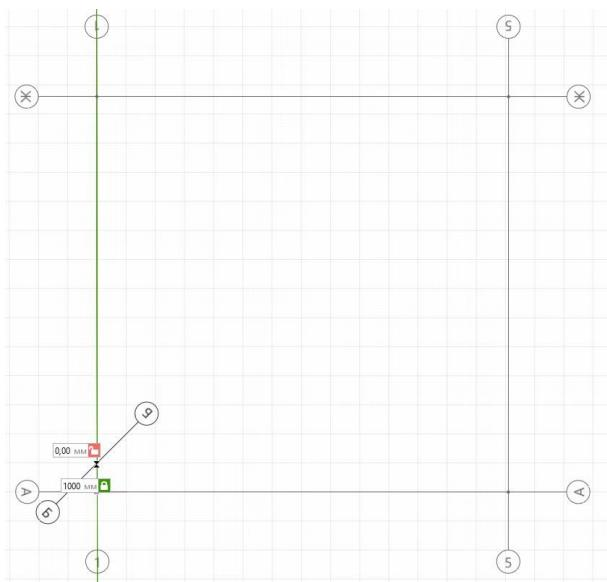

Рис. 15 Построение первой точки оси Б
- Подведем указатель мыши к пересечению осей А и 1, задержим на несколько секунд до окрашивания точки в характерный цвет. Ввести расстояние – 1000 мм. (рис. 15). Фиксируем первую точку оси Б щелчком ЛКМ.